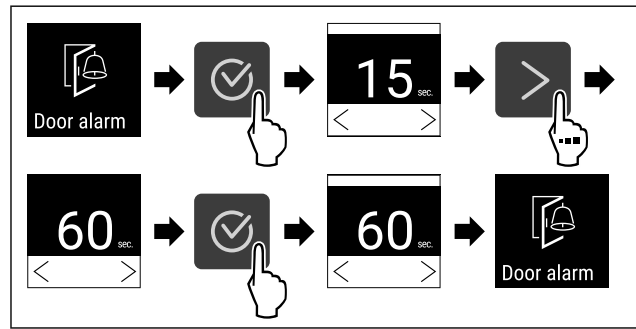

Fig. 87
- ▶ Végezze el a gyakorlati lépéseket (lásd Fig. 87).